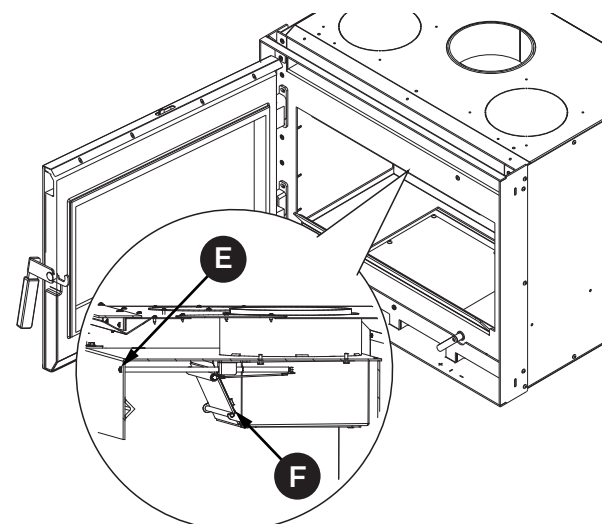

Fig. 8.3
L'appareil est fourni avec la vanne de bypass (F) déjà réglée en butée sur le boîtier (Fig. 8.3). En cas de mauvais réglage, retirer la vanne pour obtenir une bonne combustion.
3	Desserrer la vis (E) afin de positionner la vanne bypass (F) en butée sur le boîtier (Fig. 8.3)